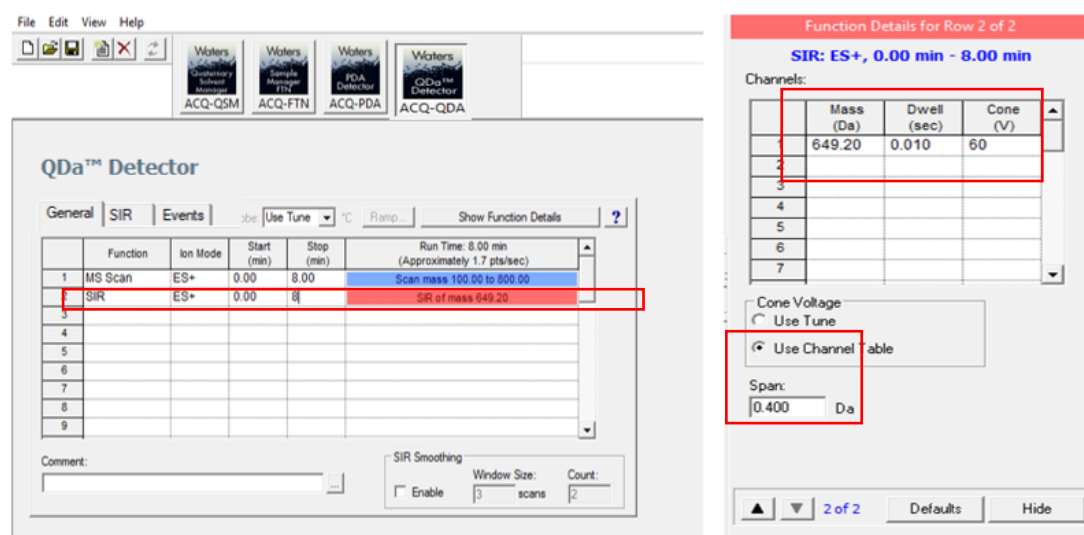

图6-28
(2) SIR Scan 有明确目标物（图6-28）。
点击Show Function Details，弹出图6-28右侧对话框，Channels-设置Mass(Da),即目标离子质荷比，Cone Voltage选择Use Tune; Span:0.4-0.6